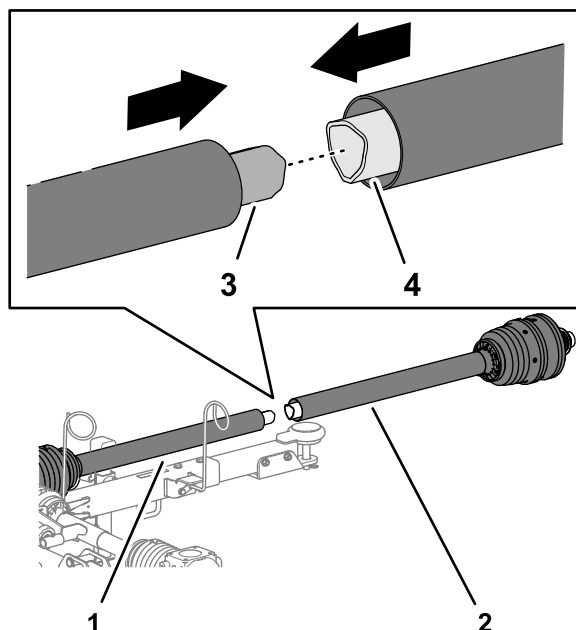

Figura 8
1. Alinhe o tubo interno da metade do veio de transmissão da tomada de força com o tubo exterior da metade do veio de transmissão da tomada de força frontal e deslize os tubos em conjunto (Figura 8).